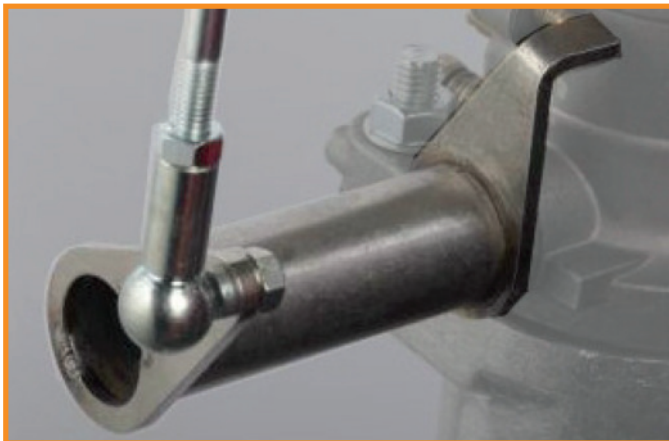

Fig. 3
- Carefully bend the lock tab on the rear throttle shaft retaining nuts and remove the nuts. (Fig.3)
- The short lever (Fig.4) needs to go on the right carburettor while the longer throttle lever (Fig.3) needs to be installed on the left carb.
- Montieren Sie auf der linken Seite den langen Hebel (Fig.3) und auf der rechten Seite den kurzen Hebel (Fig.4).